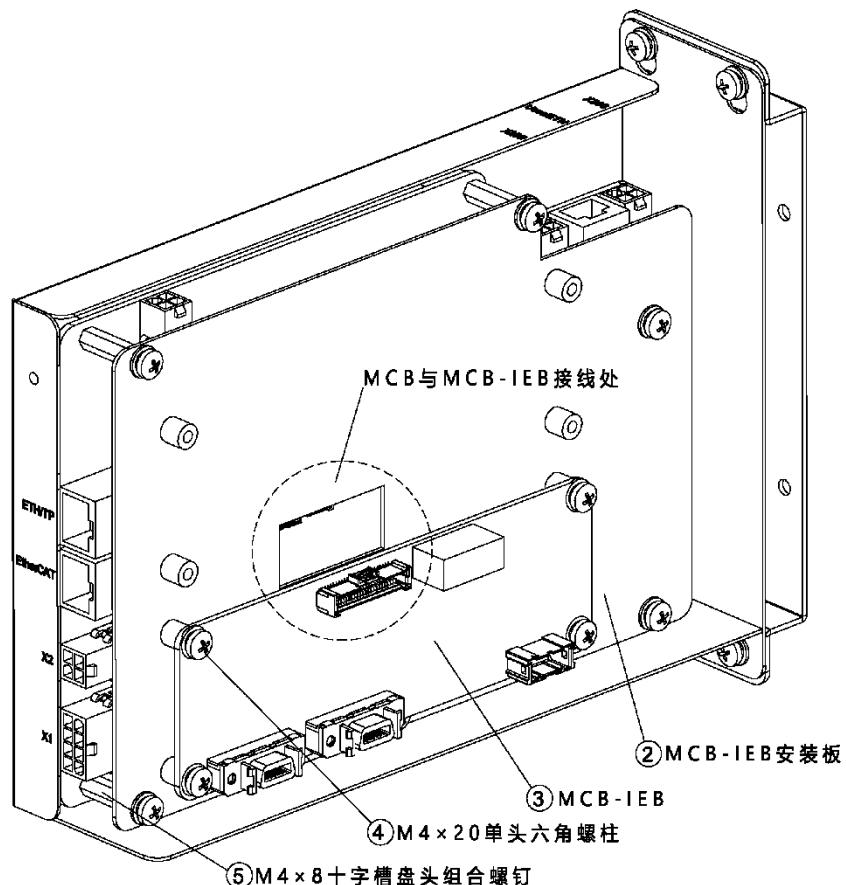

图 21-40 安装 MCB-IEB
步骤3. 将② MCB-IEB 安装板通过 5 个④ M4×20 单头六角螺柱与 5 个⑤ M4×8 十字槽盘头组合螺钉固定在 MCB 上，将③ MCB-IEB 通过 4 个⑤ M4×8 十字槽盘头组合螺钉固定在② MCB-IEB 安装板上，参考图 21-40。